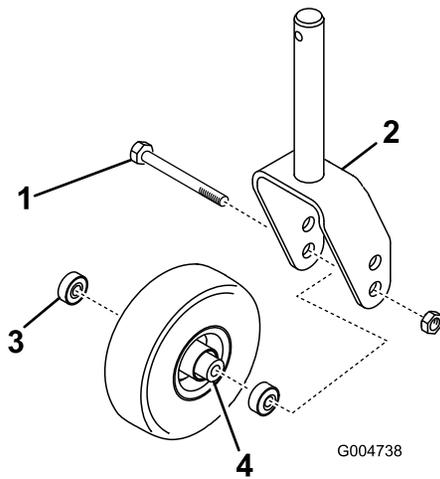
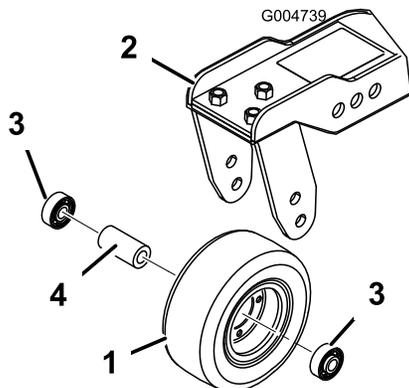

Bild 85
Bild 86
1. Entfernen Sie die Sicherungsmutter von der Schraube, mit der das Laufrad zwischen der Laufradgabel (Bild 85) oder dem Laufradgelenkarm (Bild 86) befestigt ist.
- Entfernen Sie das Lager aus der Radnabe und lassen das Lagerdistanzstück herausfallen (Bild 85 und Bild 86).